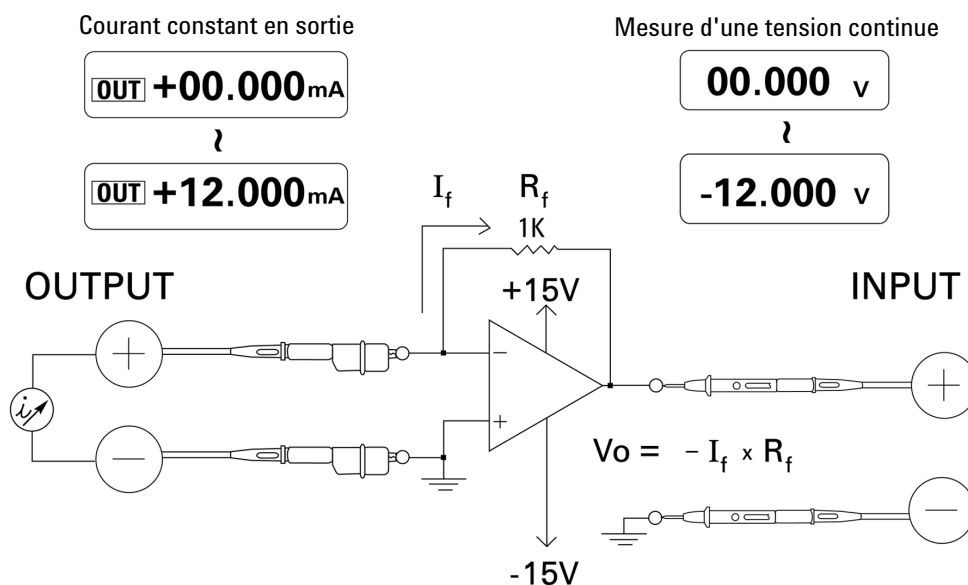

Figure 5-13 Convertisseur courant-tension
Dans des conditions optimales, un amplificateur peut servir de convertisseur courant-tension. Comme le montre la Figure 5-13, l'amplificateur conserve une borne d'entrée inversée reliée à la masse. Le courant entrant doit donc passer par une résistance de rétroaction. Donc, $I_{in} = I_f$ et $V_o = -I_f \times R_f$. Notez bien que le circuit est idéal pour mesurer le courant. Le circuit enregistre une chute de tension et l'impédance mesurée directement à la borne d'entrée inversée est nulle.
- 5 Branchez l'amplificateur, comme indiqué dans la Figure 5-13.